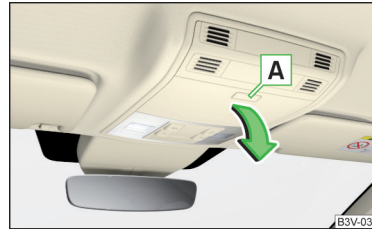

Abb. 91
- Zum **Öffnen** die Taste **A** drücken. Das Fach klappt in Pfeilrichtung » Abb. 91.